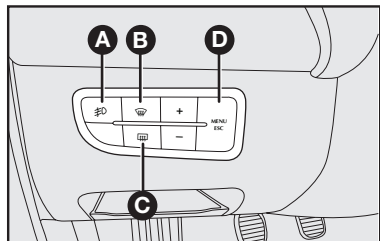

fig. 61
**Faros auxiliares - A-fig. 61** - botón con indicación de función activada en el cuadro de instrumentos para encender/apagar los faros auxiliares (si presentes).
en **STOP**. Para encenderlos nuevamente es necesario presionar el botón **A-fig. 61**.
**Parabrisas térmico - B-fig. 61** - Botón con indicador de funcionamiento en el cuadro de instrumentos, para conectar/desconectar el desempañador del parabrisas. Funciona solamente con el motor encendido.
**Luneta térmica - C-fig. 61** - botón con indicador de funcionamiento en el cuadro de instrumentos, para conectar y desconectar el desempañador del vidrio trasero.
**Botón MENU ESC - D-fig. 61** - el botón MENU ESC permite, con presión breve: